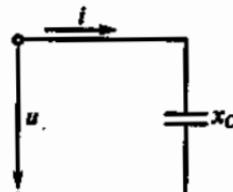

Рис. 67
3.4. Напряжение на зажимах цепи с ёмкостным сопротивлением x_C (рис. 67) изменяется по закону $u = 220\sin(314t + \pi/4)$. Каков закон изменения тока в цепи, если $x_C = 50 \Omega$?